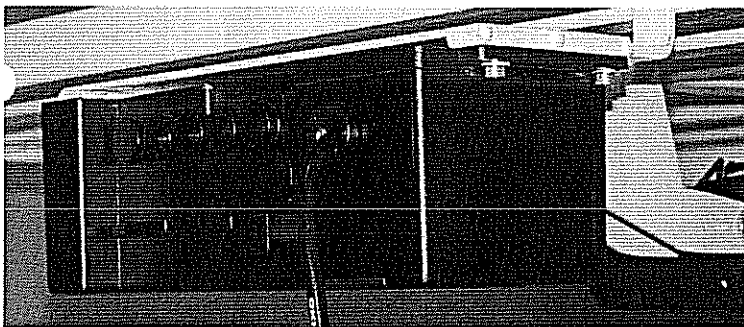
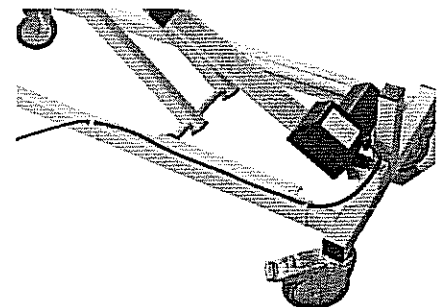

Abbildung 15
Abbildung 16
9. Das Netzteil am Halter unter der Liegefläche festschrauben (Abbildung 15). Die Kabel der Antriebe zum Netzteil führen und einstecken (Abbildung 16 und 17). Die Kabel der Scherenhübe mit Kabelbindern und Clips am Unterbau so befestigen, dass sie nicht auf dem Boden liegen oder bei der Betätigung des Scherenhubs beschädigt werden können.